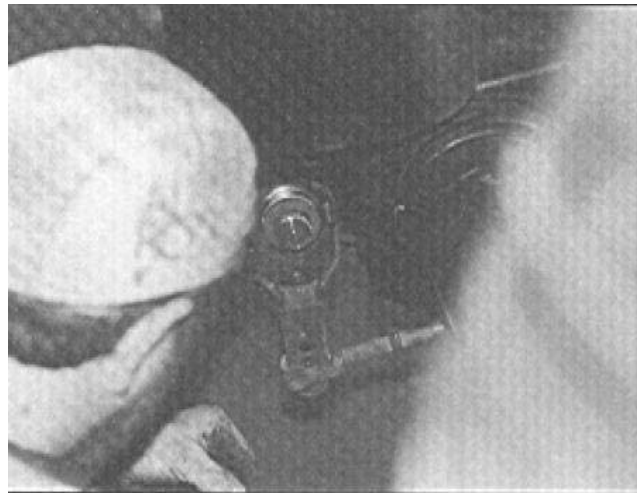

Figura 19
18. Instale el perno de la barra de empuje de la cámara de frenos a la matraca usando un perno de la orquilla. Instale la chaveta en el perno de la orquilla. Ver Figura 19.